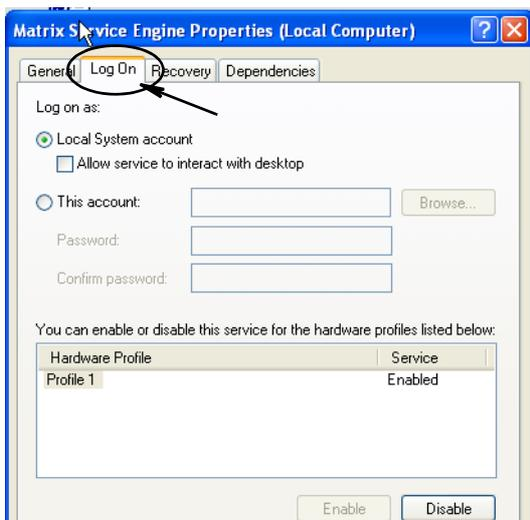

ABB. 57
e. Wählen Sie die Registerkarte „Anmelden“ (ABB. 57).